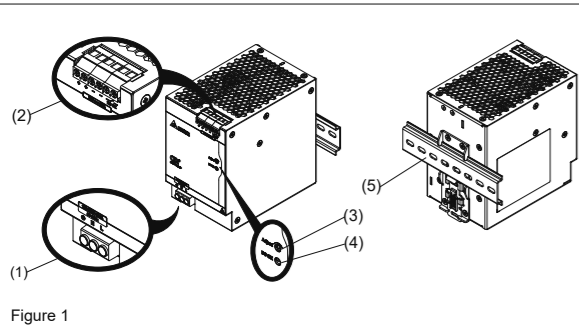

Figure 1
2. Gerätebeschreibung (Abb. 1)
4.1. Anschluss der Eingangsklemmen (Abb. 1, Abb. 6)
Bei Wechselstromeingangsverbindungen müssen die L, N und PE-Anschlüsse am Eingangsklemmenverbinder (siehe Abb. 1(1)) zum Herstellen der Verbindung für 100-240 Vac verwendet werden. Abb. 6 zeigt den Anschluss an die unterschiedlichen Netztypen.
4.2. Anschluss der Ausgangsklemmen (Abb. 1 (2))
Verwenden Sie die Schraubklemmen „+“ und „-“, um den 24 Vdc-Anschluss herzustellen. Am Ausgang stehen 24 Vdc zur Verfügung. Die Ausgangsspannung kann am Potentiometer zwischen 24 und 28 Vdc eingestellt werden. Die grüne LED „DC OK“ zeigt die korrekte Funktion des Ausganges an (Abb. 1 (4)). Das Gerät verfügt über einen Kurzschluss-, Überlast- und Überspannungsschutz, der auf 35 Vdc begrenzt ist.